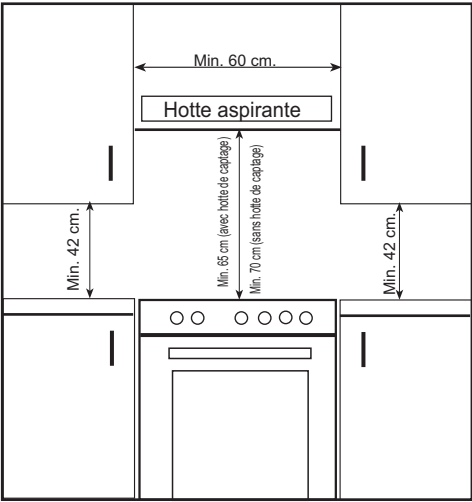

figure 5
- La cuisinière peut être placée près d'un autre meuble, mais veillez à ce que la hauteur des meubles environnants ne dépasse pas la hauteur de la cuisinière (fig.5).
- La hauteur minimum entre la table de cuisson et la hotte ou les éléments muraux est indiquée sur la figure 5 ci-dessus. La hotte d'évacuation doit être au moins à 65cm de hauteur par rapport à la table de cuisson. S'il n'y a pas de hotte, la hauteur du meuble situé au-dessus ne doit pas être inférieure à 70cm.